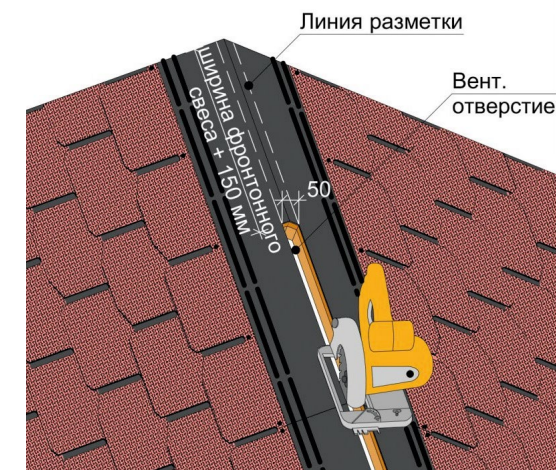

Рис.6 Устройство отверстия в крыше.
5.3 По размеченным линиям в сплошном основании вырежьте вдоль всей длины конька (за исключением отступов) отверстие шириной 50 мм. Отступ отверстия от края конька должен быть равен ширине фронтоного свеса плюс 150 мм (Рисунок 6). Отступ отверстия от ендовы и примыкания к стенам должен составлять 300 мм.